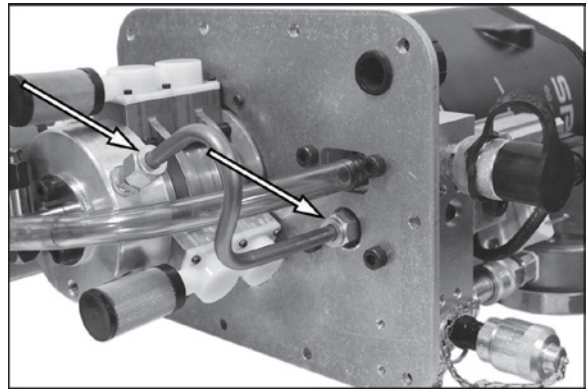

Abbildung 62.
6. Siehe Abbildung 62. Die beiden Klemmringverschraubungen lösen und das Hochdruckrohr entfernen.